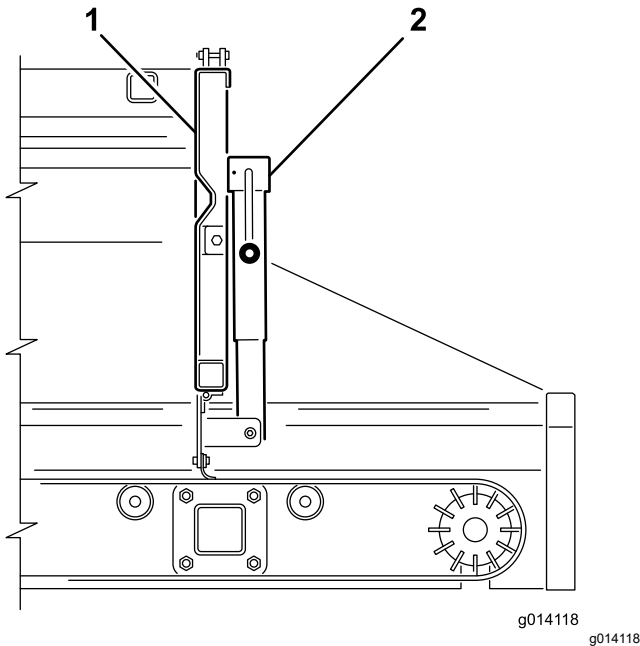
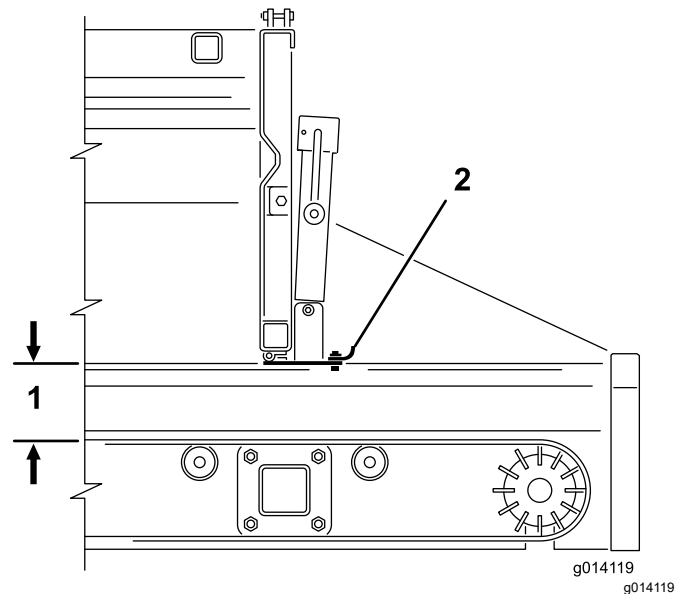

Figure 43
Figure 44
2. Avec la poignée de béquille, ouvrez ou fermez la partie réglable de la trappe arrière (Figure 43 et Figure 44). Cela limite l'écoulement de matériau quand un accessoire est utilisé.